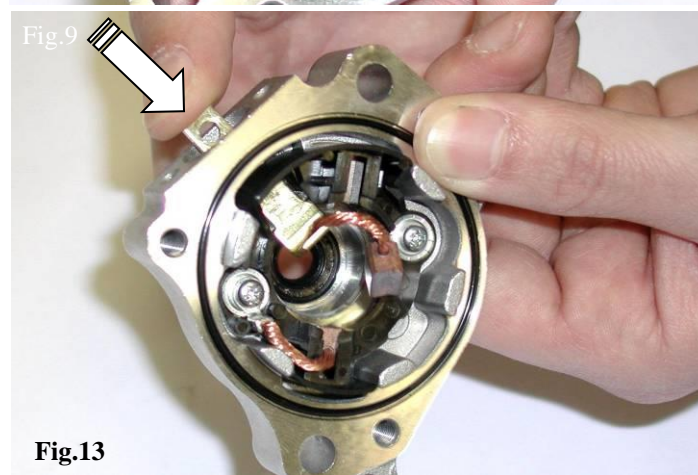

Fig.13
- ENLEVER LE CHARBON EN FAISANT PRESSION SUR LA PLAQUE D'ÉTAMÉE À L'EXTÉRIEUR (Voir fig. 13)